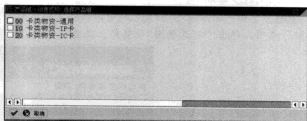

图 8-19 “产品组→销售机构:选择产品组”对话框
STEP 2 在此界面中,可以看到当前系统所有的销售机构。选择某个销售机构,然后单击“分配”按钮,弹出“产品组→销售机构:选择产品组”对话框,如图 8-19 所示。